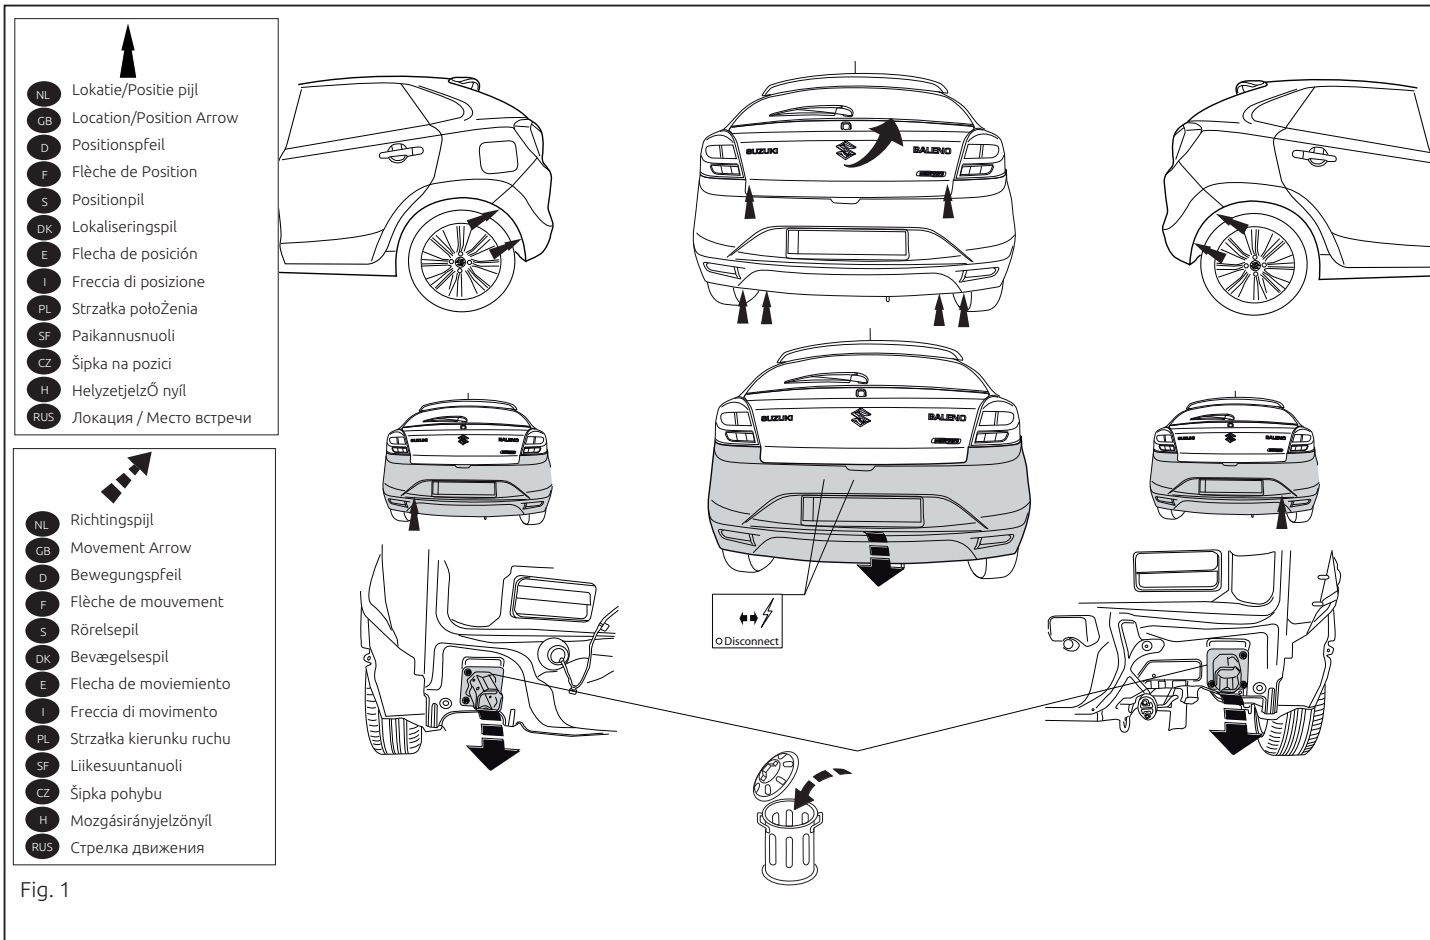

Fig. 1
1. Снять бампер. См. рисунок 1.
2. Снять детали, указанные в рис. 1.